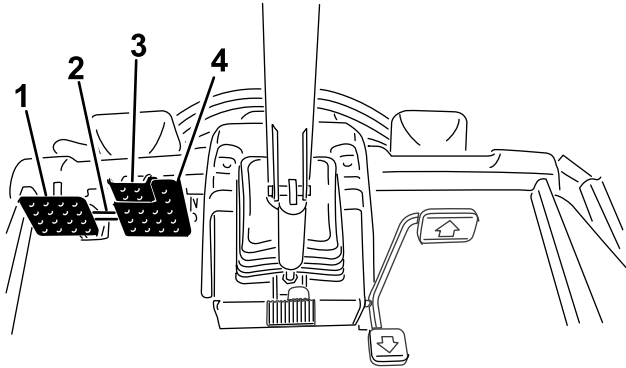

Bild 32
- Lösen Sie den Pedalsperriegel (Bild 32).